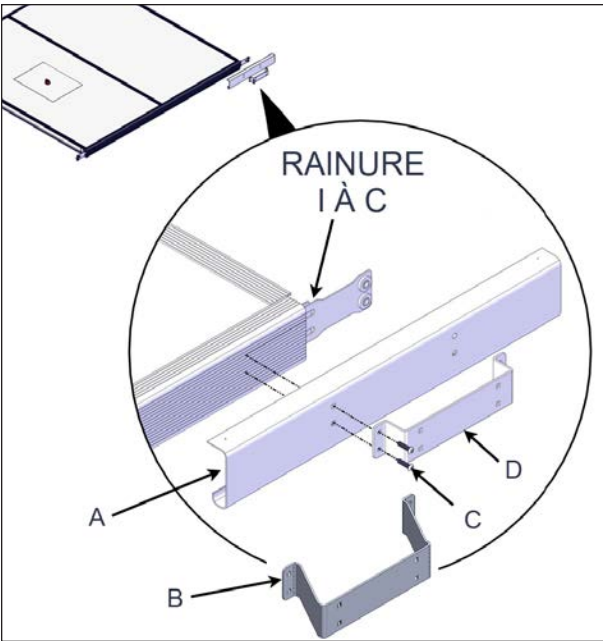

FIGURE 34: INSTALLATION DES SUPPORTS DE MONTAGE
11. Se référer à la Figure 34 pour l'étape qui suit. Aligner manuellement les trous du support de montage (item D), le renfort en C (item A) et le profilé en C. Fixer avec les vis à six pans creux 1/4 po x 1 po (4 mm [5/32 po]).
Pour certains spas, des supports de montage double (item B, Figure 34) sont nécessaires pour monter le couvercle sur les colonnes. L'installation de ces supports se fait de la même manière que pour les supports de montage décrits à l'étape précédente.